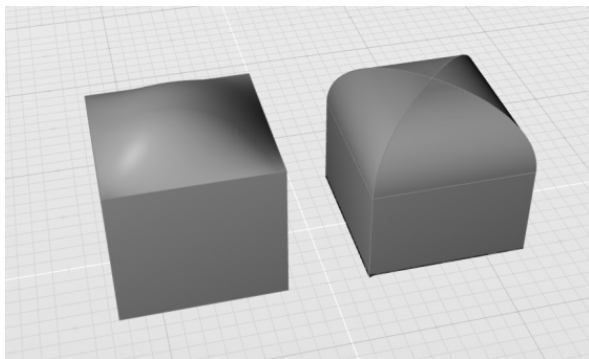

图 4-33 不同构建方式可进行不同的造型调整
3) 观察两个挤出曲面，如果将曲线挤出设置“封口”，则两个对象结果非常类似，都是封闭的立方体。但是，两者可编辑的参数有所不同，如图 4-33 所示。